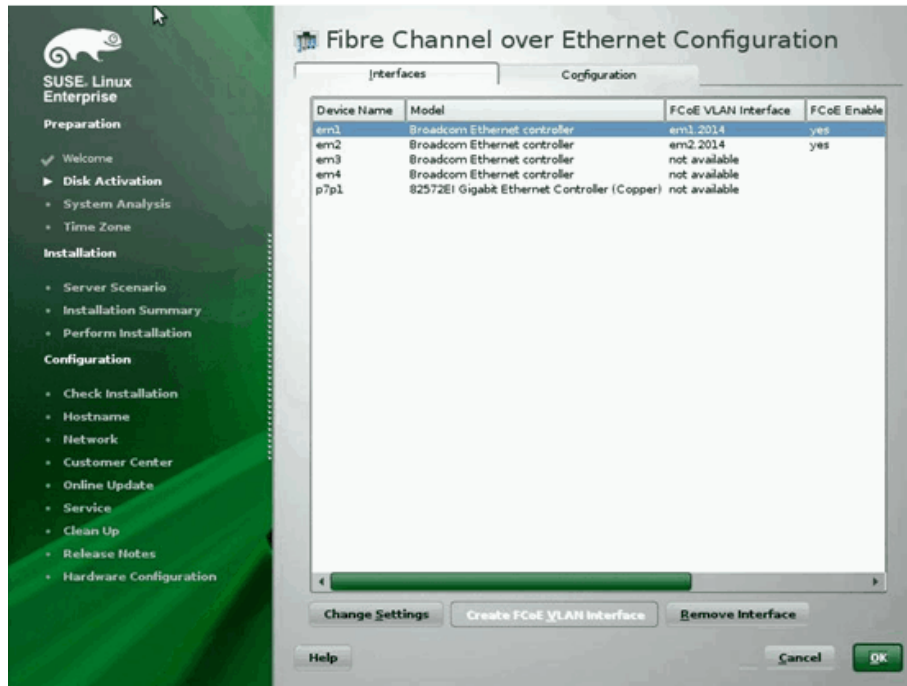

Ilustración 13-17. Configuración de la interfaz FCoE
- Después de completar la configuración de todas las interfaces, haga clic en **OK** (Aceptar) para continuar (Ilustración 13-17).